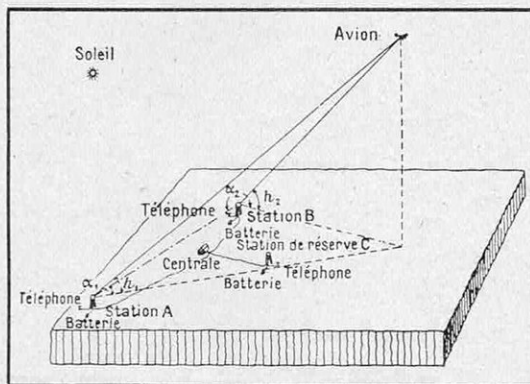

FIG. 7. — SCHÉMA D'UNE INSTALLATION DE DEUX « CINÉTHÉODOLITES » CONJUGUÉS
liers, la position exacte de l'avion dans l'espace. A cet effet, on dispose, à deux stations suffisamment éloignées, deux « cinéthéodolites » que des observateurs braquent constamment, grâce à des lunettes chercheuses qui leur sont parallèles, dans la direction de l'avion. Ces « cinéthéodolites » ne sont autres, d'ailleurs, que des théodolites (1) dans lesquels la lunette est remplacée par un appareil cinématographique qui enregistre sur le film l'image de l'avion, en même temps que les coordonnées de position : azimut et hauteur au-dessus de l'horizon (voir fig. 7).